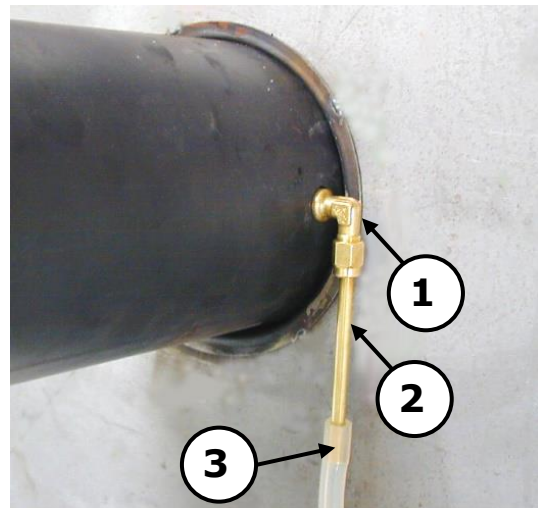

Abb. 4: Druckmessadapter installiert
- Das ca. 9 cm lange Druckmessrohr (Abb. 4 Pos.2) darf nicht gekürzt werden, da sonst der Silikonschlauch (hitzebeständig bis 200°C) durch Überhitzung beschädigt werden kann!
1. Loch  $\varnothing$  11 mm in das Verbindungsstück bohren und den Druckmessadapter anschrauben (Abb. 4 Pos.1).
2. Das Druckmessrohr  $\varnothing$  6 (erforderliches Zubehör) am Druckmessadapter montieren (Abb. 4 Pos.2).
3. Den Silikonschlauch auf das Druckmessrohr stecken (Abb. 4 Pos.3).